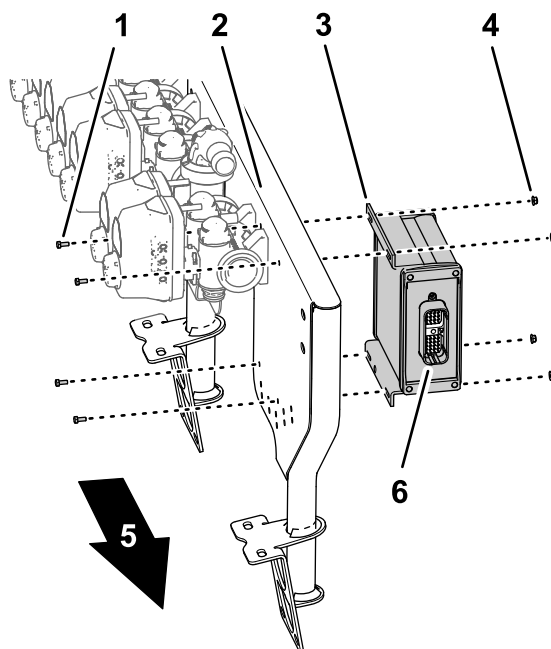

Рисунок 60
1. Установите контроллер опрыскивателя на передней стороне опоры крепления клапанов так, чтобы 40-штыревой разъем был направлен наружу (Рисунок 60).
2. Установите контроллер опрыскивателя на опору крепления клапанов (Рисунок 60) с помощью 4 болтов (4 x 10 мм) и 4 фланцевых контргаек (4 мм).